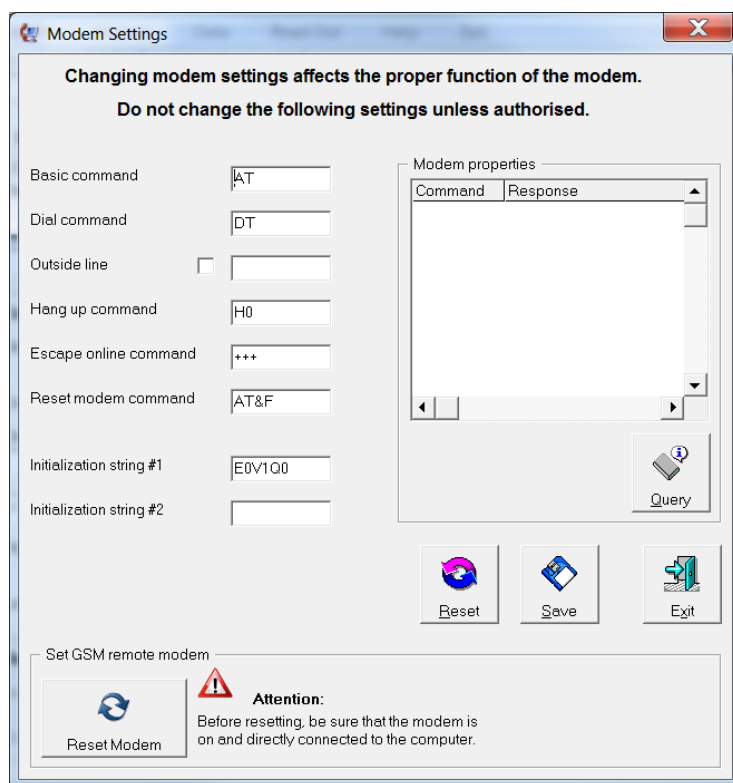

fig.25
- Nella finestra apparsa (fig.25) cliccare sul tasto **Reset Modem**